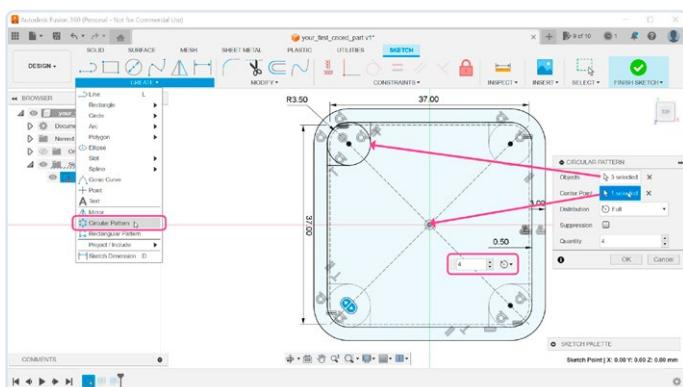

Figure 11. Réplication du support pour les trois autres coins.
11. Trois autres supports sont nécessaires, mais plutôt que de les dessiner manuellement, nous pouvons utiliser certains outils pour dupliquer le premier support déjà créé. Le choix normal serait d'utiliser l'outil *Mirror* (*CREATE Mirror*). Cependant, dans ce cas, nous avons une solution en un clic — l'outil *Circular Pattern*, également situé dans le menu *CREATE*. Lorsque l'outil est activé, il faut sélectionner le cercle et deux lignes (**figure 11**). Cliquez sur le bouton *Select* à côté du point central et sélectionnez le point d'origine. Dans la zone *Quantity*, entrez la valeur de 4.